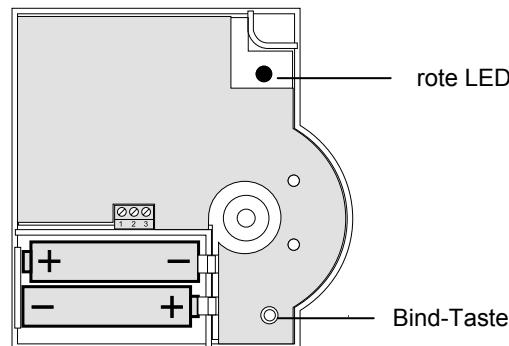

Abb. 2: Polung der Batterien und Bind-Taste
- Legen Sie die mitgelieferten Mignon-Batterien mit der korrekten Polung ein (siehe Abb. 2). Wenn die rote LED am HCW 82/HCF 82 blinkt, müssen die Batterien erneuert werden (siehe "Batteriewechsel", Seite 6).